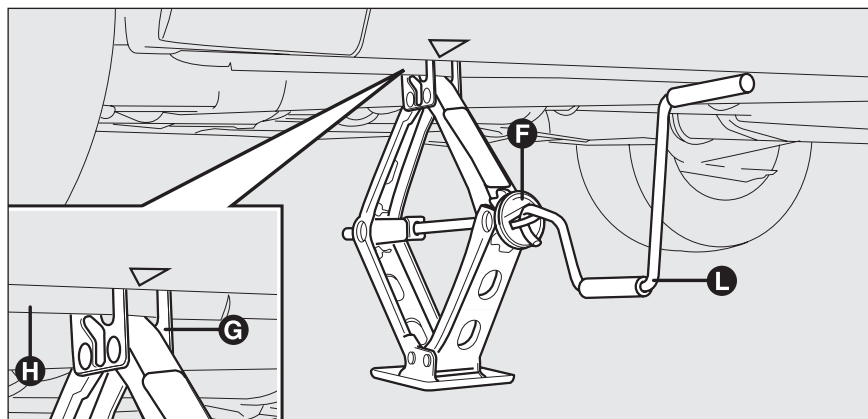

рис. 4
- Посредством приспособления **Ф-рис. 4** увеличьте высоту домкрата до тех пор, пока его верхняя часть **Г-рис. 4** не войдет в фиксатор **Н-рис. 4**;
- Вставьте рукоятку **Л-рис. 4** для работы с домкратом и поднимайте автомобиль, пока колесо, подлежащее замене, не будет выше уровня земли на несколько сантиметров;
- Вращая рукоятку домкрата **L-рис. 4**, опустите автомобиль и удалите домкрат;